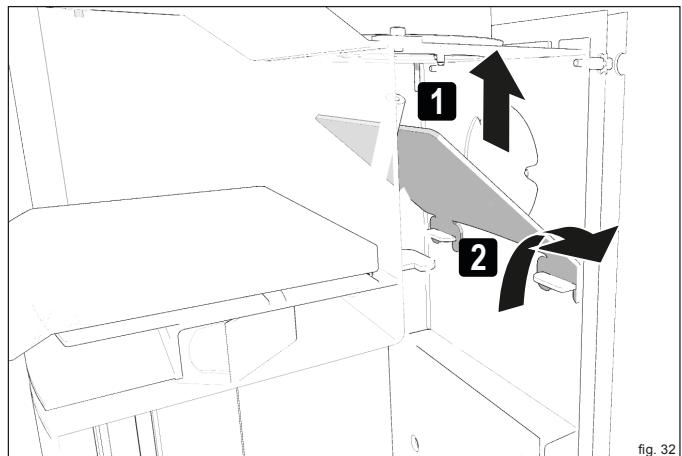

fig. 32
- ▶ Rimuovere il deflettore superiore dalla staffa (fig. 32)